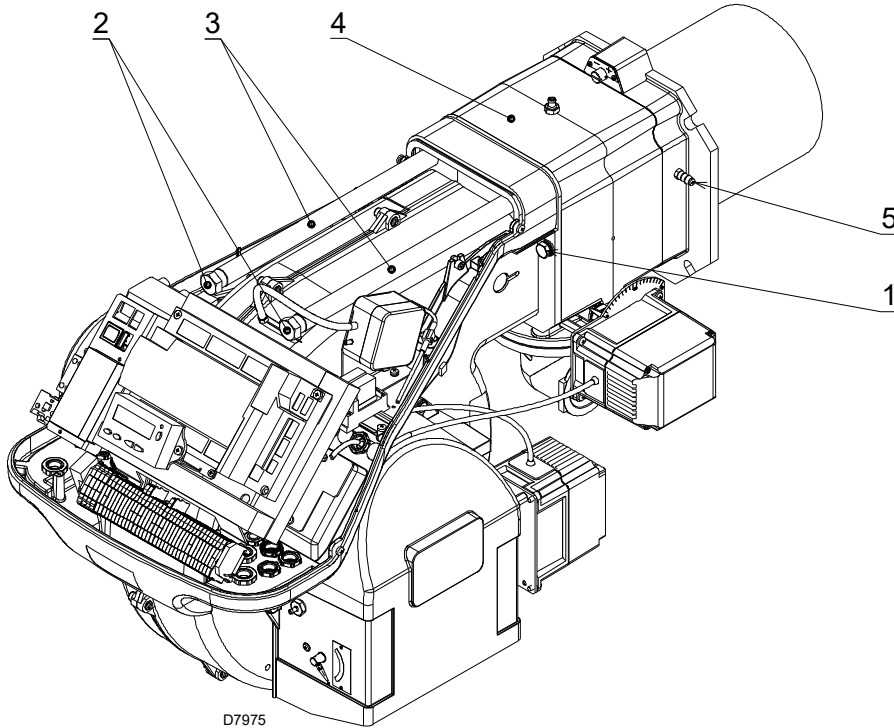

Fig. 20
- conectar el cable de la sonda y el cable del electrodo y luego deslizar el quemador hasta el manguito, quemador en la posición ilustrada en la Fig. 20;